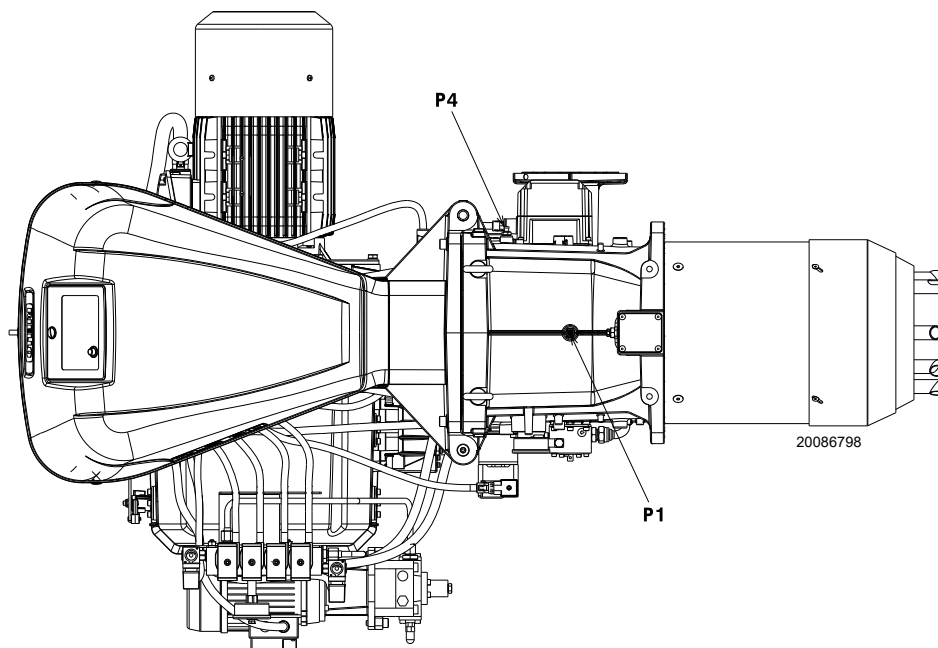

Fig. 28
Presiunea gazului măsurată la ieșirea P1) (Fig. 28 la pag. 31), cu:
- scădeți presiunea din camera de ardere din presiunea gazului la orificiul P1) (Fig. 28 la pag. 31).
Presiunea gazului la orificiul P1) (Fig. 28) = 29,4 mbar
Pentru a cunoaște presiunea de gaz necesară la ieșirea P1)(Fig. 28 la pag. 31), setați puterea MAX la care doriți să funcționeze arzătorul:
- Citiți în dreapta, coloana 1, presiunea la priza P1) (Fig. 28 la pag. 31).
presiunea necesară la priza P1) (Fig. 28 la pag. 31).